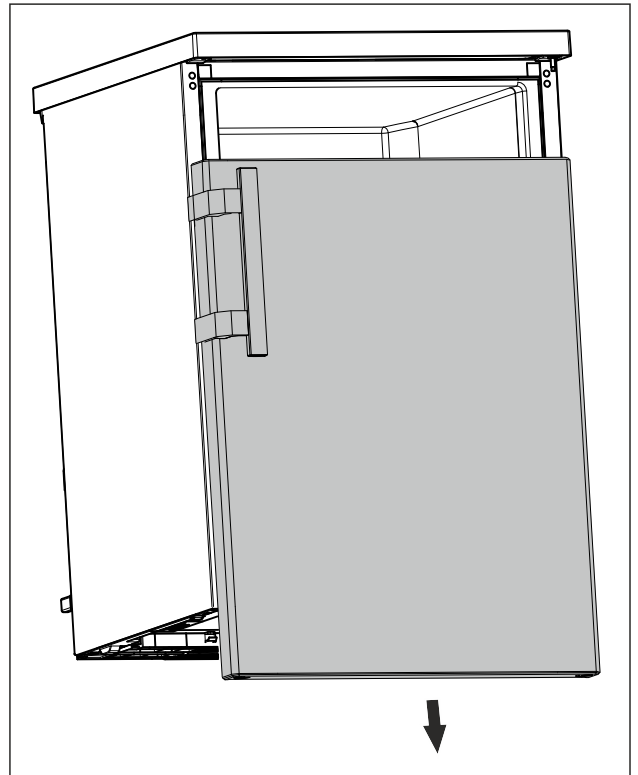

Fig. 8
- ▶ Verwijder de deur naar beneden. (zie Fig. 8)